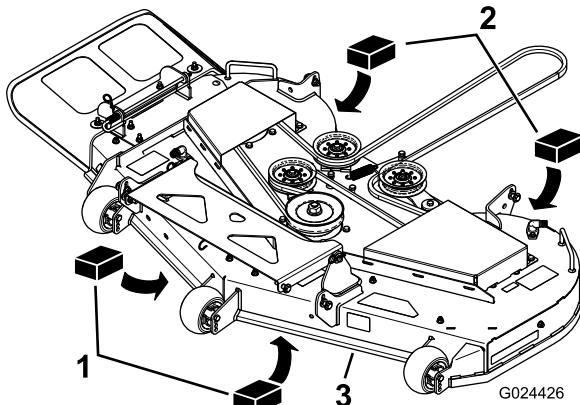

Figura 60
- Coloque dos bloques de 6.66 cm (2-5/8 pulgadas) debajo de cada lado del borde delantero de la carcasa, pero no debajo de los soportes de los rodillos protectores del césped (Figura 60).
- Coloque dos bloques de 7.3 cm (2-7/8 pulgadas) de grosor debajo del borde trasero del faldón de la carcasa de corte, uno en cada lado de la carcasa de corte (Figura 60).